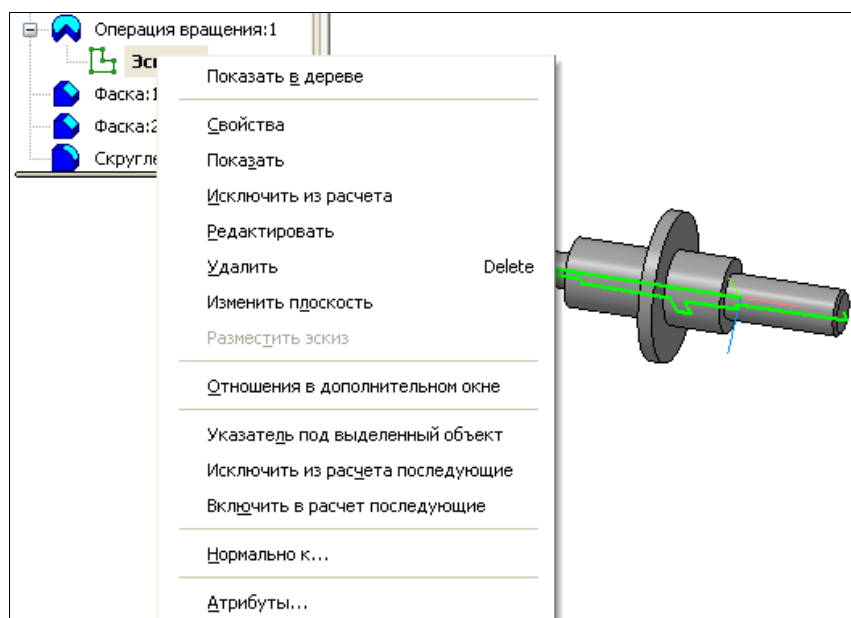
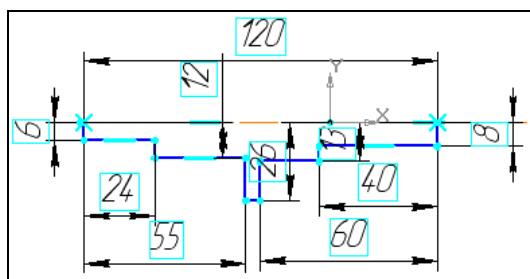

Рис. 17.34. Контекстное меню элемента Эскиз
Рис. 17.35. Режим редактирования эскиза
- ♦ нажмите ПК мыши и вызовите контекстное меню (рис. 17.34). В контекстном меню нажмите команду **Редактировать эскиз**. Система перейдет в режим редактирования эскиза (рис. 17.35);